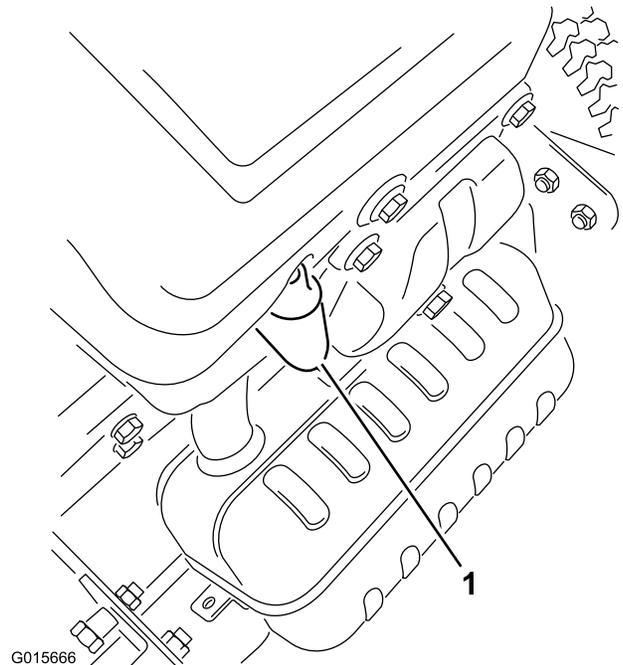

Figura 24
4. Scollegate il cappello dalla candela (Figura 24).